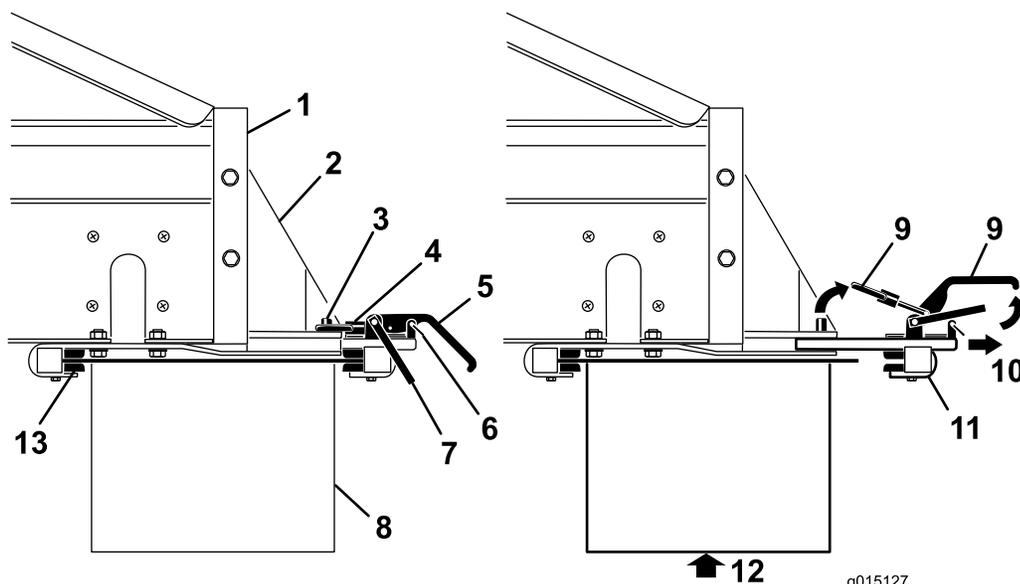

Figura 29
2. Sollevate il fermo di sicurezza, poi le maniglie di attacco dell'accessorio e liberate gli anelli di bloccaggio dai perni di bloccaggio (Figura 29).
3. Estraete il gruppo di attacco posteriore dell'accessorio dalle fessure di attacco rapido (Figura 29).
4. Con l'aiuto di una persona, inserite il bordo anteriore dello spargitore doppio sopra e sotto la parte posteriore dell'MH-400 nei morsetti anteriori sulle staffe (Figura 29).
5. Sostenete lo spargitore doppio, facendo scorrere contemporaneamente il gruppo di attacco posteriore dell'accessorio nelle fessure delle staffe, sulla parte posteriore (Figura 29).
7. Rimontate le clip dei fermi di sicurezza sulle maniglie di attacco (Figura 29).
1. Rimuovete le clip dei fermi di sicurezza dalle maniglie di attacco (Figura 29).